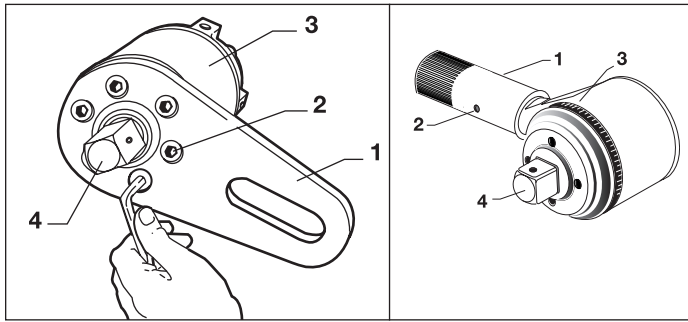

图 1 - 更换作用板
控制切变输出方形驱动头（图 1 第 4 项）在超出最大输出能力时可以保护内部组件。当输出超过额定输出能力的 103% 到 110% 时，这个过载保护功能会导致驱动头破裂。扭矩倍增器包括一个替换驱动头（E391、E392、E393、E492、E493、E494、E495）。（请从 Enerpac 经销商那里订购其他替换零件）
- 将适当尺寸的内方头套筒安装到扭矩倍增器的输出方形驱动头上（图 1，第 4 项）。将套筒和扭矩倍增器放在要拧紧的紧固件上。